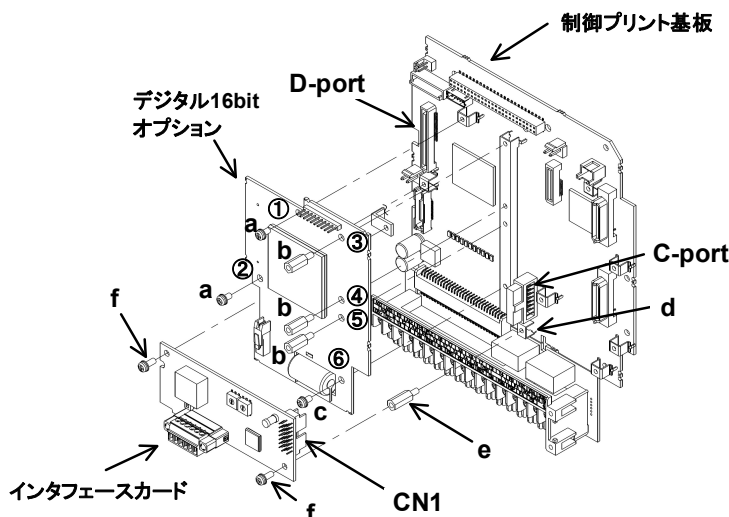

図 2. 2-2 インタフェースカード取付け方法
- (1) 制御プリント基板のコネクタ (D-port) に、デジタル 16bit オプションを取り付けます。
- (2) デジタル 16bit オプションの取付け用穴 (①～⑥) の①と②にデジタル 16bit オプション付属のねじ“a” (2 本) を、③～⑤にスペーサ“b” (3 本) を、⑥にインタフェースカード付属のねじ“c” (1 本) 取り付けます。
- (3) 制御プリント基板のオプション取付け用金具“d”には、インタフェースカード付属のスペーサ“e” (1 本) を取り付けます。
- (4) 本インタフェースカードのコネクタ (CN1) が制御プリント基板のコネクタ (G-port) に接続するように、インタフェースカードを取り付けます。
- (5) 付属のねじ“f” (2 本) を締めてインタフェースカードを固定します。
- (6) 図 2. 1-1, 図 2. 1-2 の「前カバーの取外し方法」を参照して、前カバーを取り外した手順と逆に取り付けます。